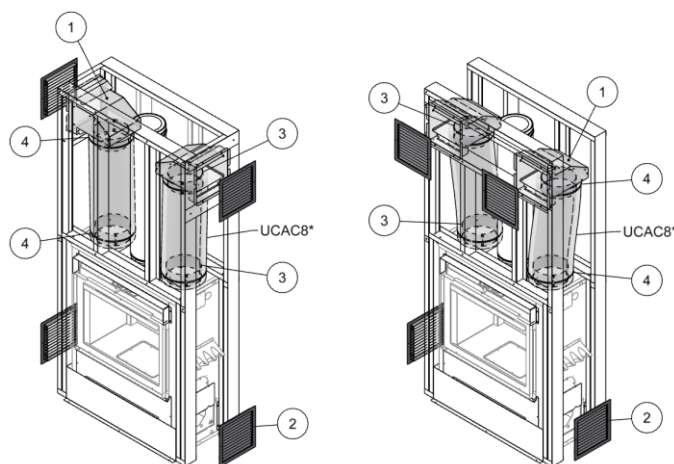

Figure 3-17 : Installation des conduits gravitaires de 8 po à grilles doubles pour Astra Duo.
La Façade Contemporaine ne comprend pas de persiennes. Cependant, des entrées d'air dans l'enceinte et des sorties d'air par des conduits gravitaires sont requises pour l'installation de cette configuration. Les instructions ci-dessous expliquent l'installation des ouvertures des entrées d'air et les conduits des sorties d'air chaud par gravité. Noter que l'ensemble SUPRÊME KG550 ou l'ensemble LV32 est requis pour l'installation des sorties d'air chaud par gravité (Figures 3-17 et 3-18). Noter que les ouvertures pour l'entrée et la sortie d'air doivent être intégrées à la construction de l'enceinte (voir la Section 3.7). Les adaptateurs de conduits sont inclus dans l'ensemble de conduits gravitaires.
3. Fixer le diffuseur de 10 po (Élément 1 de la Figure 3-17) dans l'ouverture prévue en orientant l'adaptateur de conduit de 8 po (Élément 3 de la Figure 3-17) vers le bas. Répéter pour l'autre sortie d'air.
4. Mesurer la distance entre l'adaptateur de conduit de 8 po fixé sur le dessus de l'appareil et celui fixé au diffuseur de 10 po, ensuite couper le conduit flexible isolé de 8 po (Élément UCAC8 de la Figure 3-17) à la longueur nécessaire. Répéter pour l'autre sortie d'air.
5. Procéder au raccordement en glissant chaque conduit flexible isolé de 8 po sur les adaptateurs de conduit de 8 po haut et bas correspondants, ensuite fixer chaque raccordement avec deux colliers de 8 po (Élément 4 de la Figure 3-17).
6. Installer les grilles carrées de 10 po (Élément 2 de la Figure 3-17) une fois l'enceinte complétée (voir la Section 3.7).